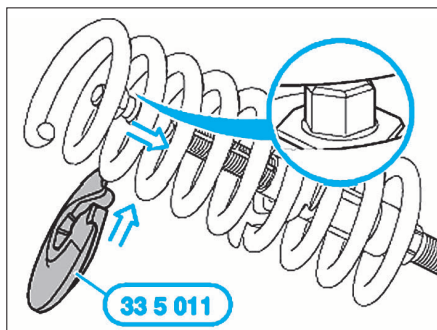

FIG. 32
- Positionner la coupelle de ressort supérieure 33 5 011 de côté dans le ressort hélicoïdal et la tourner jusqu'à la spire la plus haute (Fig.32).